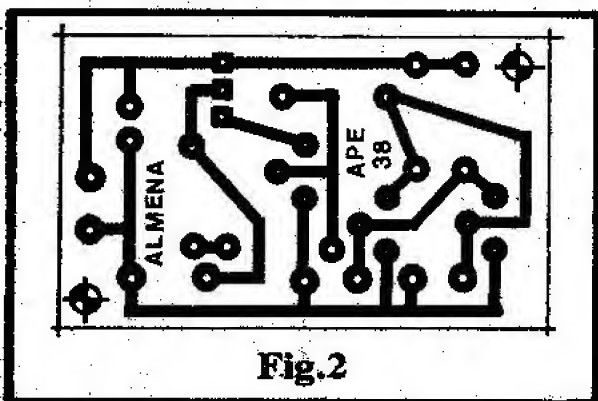

Fig. 2
- FIG. 2 - LAY OUT DO CIRCUITO IMPRESSO ESPECÍFICO - A plaquinha é - como já dissemos - simples e pequena, incapaz de "assustar" mesmo o iniciante que nunca antes tenha realizado um Circuito Impresso (está mais do que na hora de "começar", não é...?). O desenho, em tamanho natural, pode ser "carbonado" diretamente sobre a face cobreada de uma placa "virgem" de fenolite, a seguir processada pelos métodos tradicionais (traçagem com tinta ou decalque ácido-resistentes, corrosão, furação e limpeza...). Quem optar pela aquisição do ALMENA em KIT (ver ANÚNCIO em outra parte da presente Revista...) poderá "fugir" dessa parte mais "chata" da montagem, uma vez que receberá a placa prontinha... Em qualquer dos casos, lembramos: o Hobbysta "começante" deve ler com atenção as INSTRUÇÕES GERAIS PARA AS MONTAGENS, que estão permanentemente "enfiaadas" lá no começo de A.P.E. (perto da História em Quadrinhos...), para um perfeito aproveitamento das inerentes vantagens dos Circuitos Impressos.